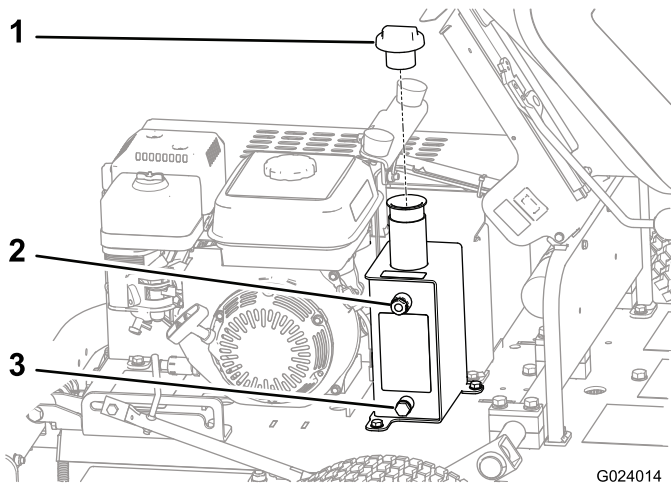

图34
3. 找到位于液压油箱侧面的观察镜（图34）。
4. 如果油位较低，请从油箱顶部取下油箱盖（图34），并添加足够的液压油，使油位上升到观察镜上的正确位置。
1. 在液压油箱排油塞下放置一个放油盘（图34）。
2. 从油箱侧面拆下排油塞（图34）。
8. 卸下液压油箱盖（图34）。